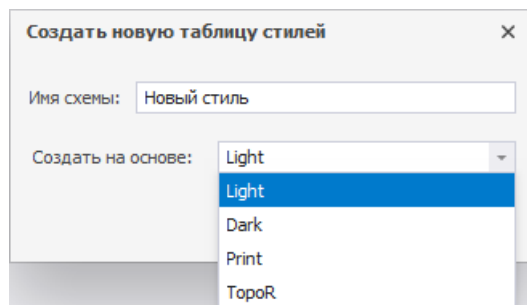

Рис. 105 Ввод имени и выбор исходных данных
3. Введите имя для новой цветовой схемы и выберите исходные данные для ее создания в поле «Создать на основе», Рис. 105.